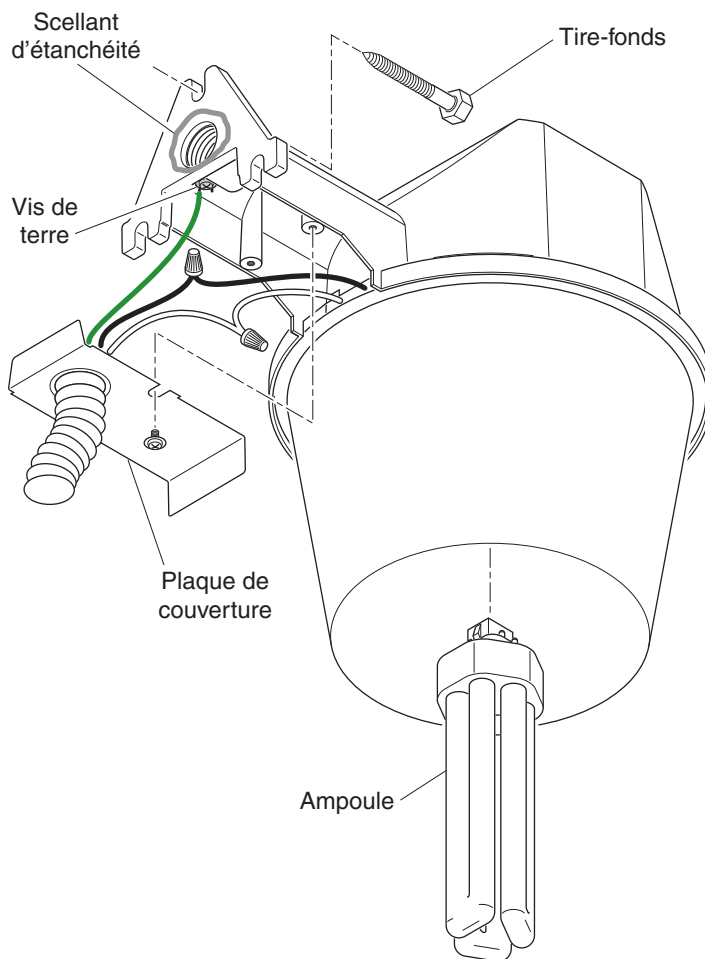

Figure 2
6. Retirez les deux vis qui fixent la plaque de couverture du luminaire au luminaire (voir la Figure 2).
7. Faites passer les fils du conduit à travers la plaque de couverture du diffuseur (voir la Figure 2).
1. Raccordez les fils d'alimentation aux fils du luminaire, comme indiqué dans la Figure 2 (**noir à noir et blanc à blanc**).
2. Ce luminaire **doit** être mis à la terre. Fixer le fil de terre sous la tête de la vis de mise à la terre verte. (voir la Figure 2).
3. Installez la plaque. Fixez-la en place au moyen des deux vis fournies (voir la Figure 2).